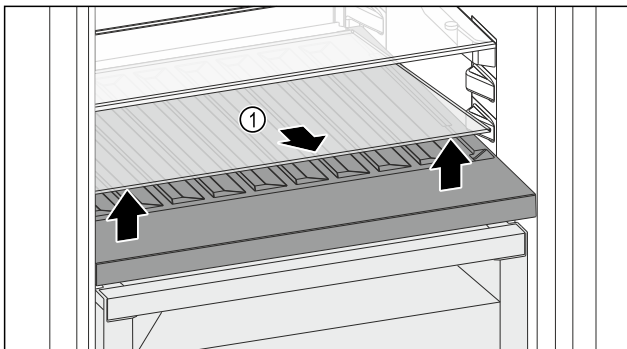

Fig. 113
- ▶ Sollevare il ripiano di vetro Fig. 113 (1) dall'incavo anteriore e rimuoverlo.
- ▶ Conservare il ripiano di vetro Fig. 113 (1) fuori dall'apparecchio in un luogo sicuro.